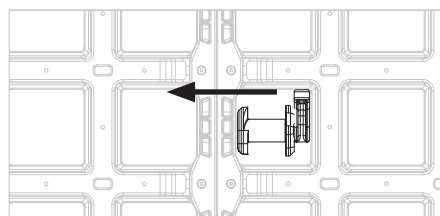

Fig. A3.03a
1. Insérer le connecteur DUO (21) dans l’encoche de connexion jusqu’à la butée. (Fig. A3.03a + A3.03b)